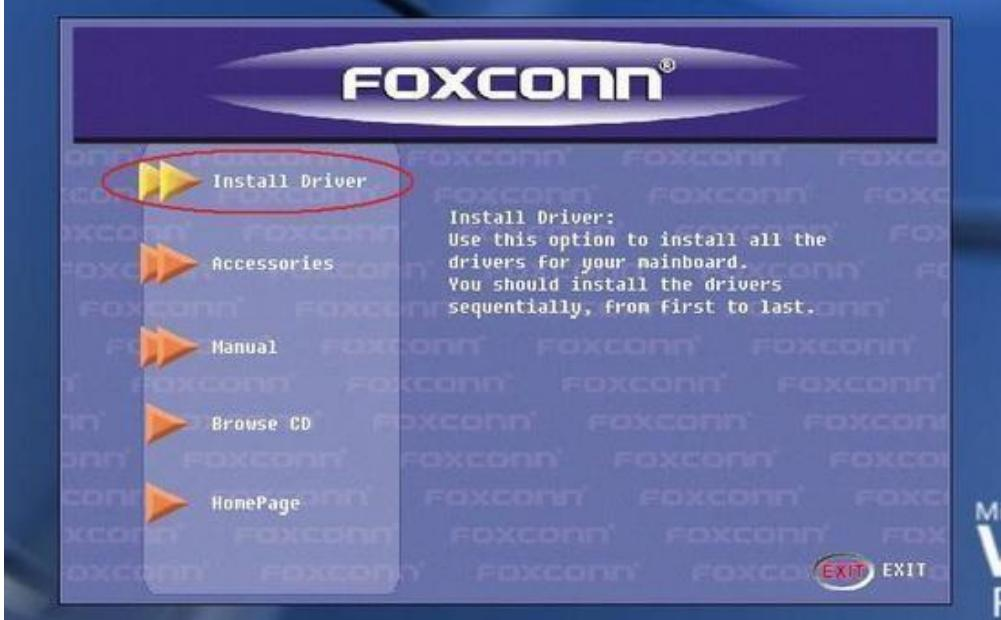

Рисунок 1
- **материнскую плату, принтер, ноутбук, видеокарту** и т.д.Как правило, в комплекте есть специальный диск (или несколько дисков) с драйверами и различными программами, утилитами.Некоторое оборудование требует сначала установить драйвер, а потом только подключать само устройство. Обычно, об этом специально указывается либо в руководстве, либо на упаковке.Для установки драйвера установочный диск следует поместить в устройство чтения CD/DVD дисков. Если автозапуск дисков не включен, то следует вручную щелкнуть мышкой на устройстве чтения CD/DVD в "Моем Компьютере".После этого запускается навигационное меню установочного диска (рис. 1).